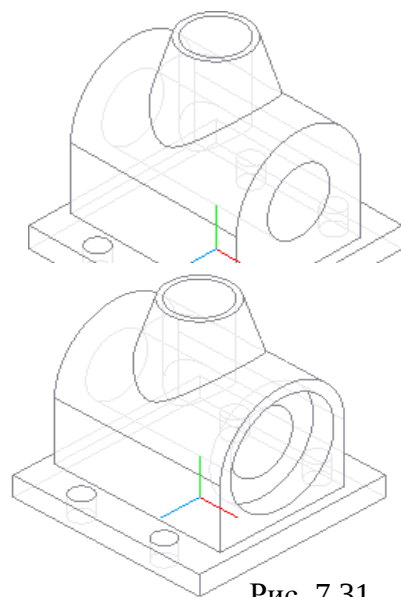

Рис. 7.31
12. Применяем к полученному эскизу команду  **Вырезать выдавливанием**, **На расстояние – 10** (рис. 7.31).